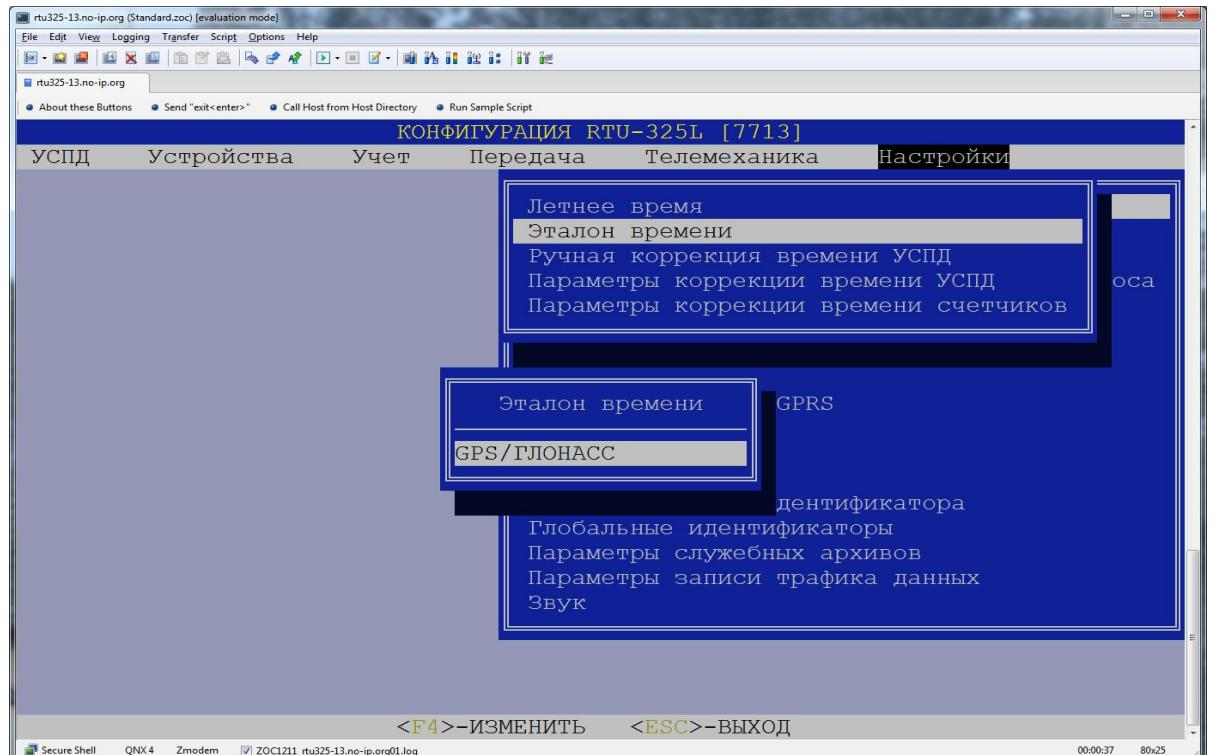

Рисунок 37
6.5.2.1. В пункте меню «Настройки»>«Эталон времени» выбрать GPS приемник (рисунок 37)